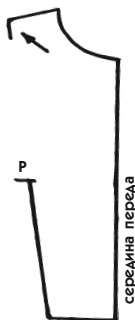

Рис. 136
1. Переведите с базового лекала все линии, которые не претерпят никаких изменений (для данного примера этот фрагмент будет находиться между срединной линией переда и первыми линиями вытачек). От точки Р проведите первую линию вытачки талии, затем продолжите, перейдя на срединную линию переда, и дойдите до первой линии вытачки груди. Дальше ее чертить не надо, потому что она исчезнет. Лишь пометьте ее небольшим отрезком, как показано стрелкой на рис. 136.